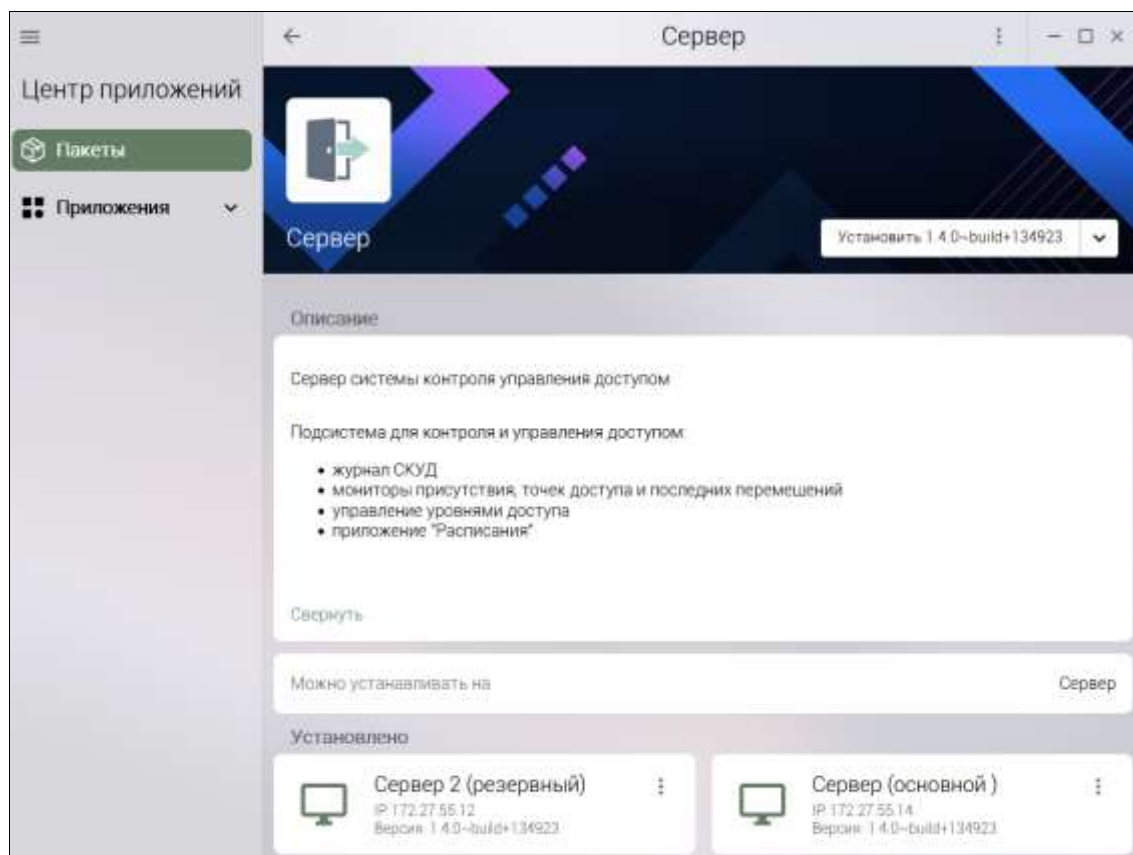

Рисунок 20 — Центр приложений
– в случае успешной загрузки дистрибутив регистрируется в системе и готов к установке. Все зарегистрированные дистрибутивы отображаются в окне **Пакеты**, для того чтобы получить информацию о релизе зарегистрированного СПО достаточно кликнуть по соответствующей карточке, также в карточке перечислены узлы системы, на которых уже установлено данное СПО (Рисунок 20).